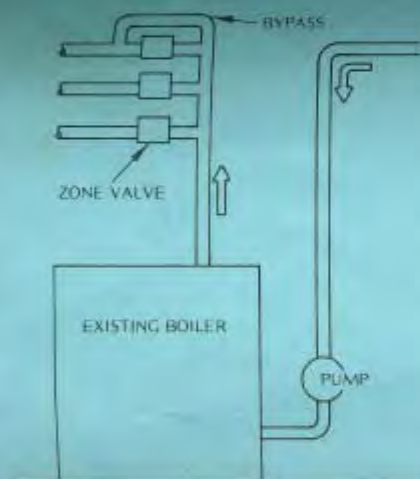

Fig. 3
8. For zoned heating systems, install a bypass around the zone valve controlling the largest heating area (area with most demand, usually your main living area). See Fig. 3.
Bei senkrechtem Einbau muß die Sechskantschraube (S) von der Vorderseite des Kessels her gesehen nach hinten zeigen. Für die Einregulierung gelten die weißen Zahlen und die weiße Marke (Bild 3)
Bild / fig. 3